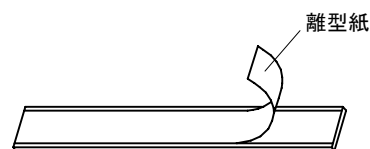

図12-14
②ミラー見切り部材の離型紙を剥がしてください。(図12-14)